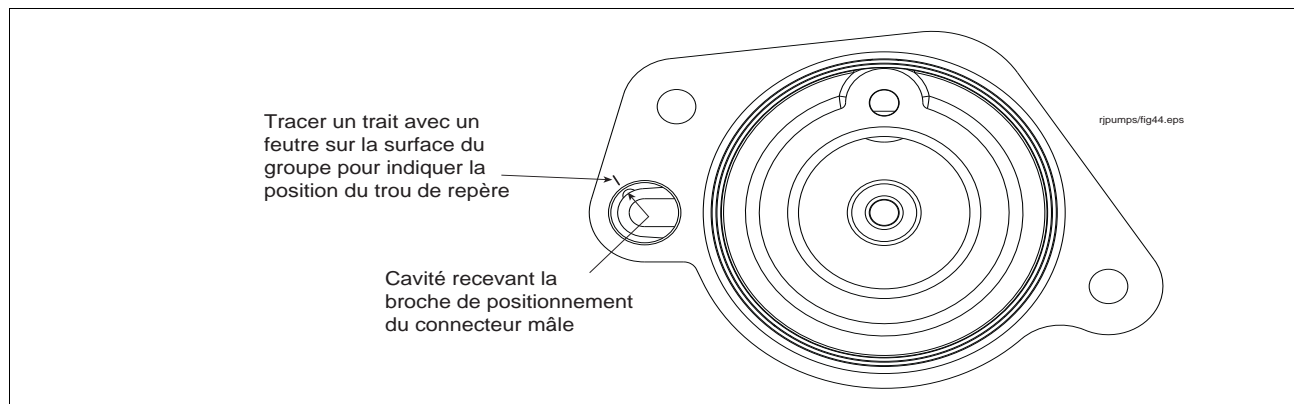

Figure 40. Trou de positionnement du connecteur mâle sur le socle de la prise
6. Tracer un repère sur le devant du Groupe avec un feutre, de manière à marquer la position du trou de positionnement (voir Figure 40).
11. L'axe de positionnement du connecteur mâle doit se loger dans le trou de positionnement situé sur le socle de la prise du connecteur mâle (voir Figure 40). De cette façon, le connecteur sera correctement orienté vers le connecteur femelle correspondant.